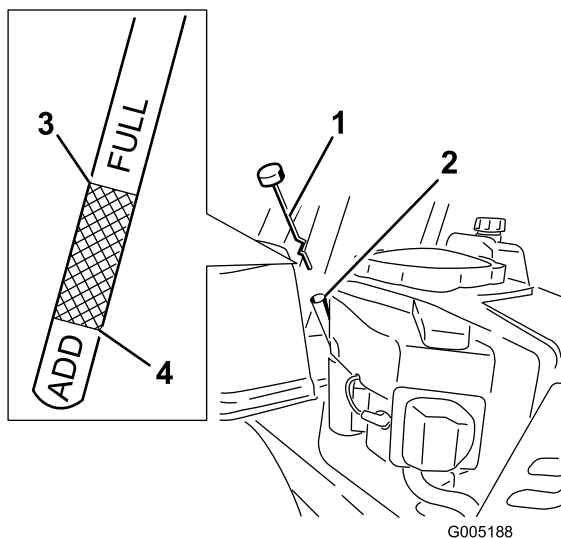

Figura 29
4. Retire el tapón de llenado/varilla de aceite y límpielo. Vuelva a colocar la varilla y empuje firmemente para asentarla en su lugar (Figura 29).
- Retire la varilla y compruebe el nivel de aceite. Figura 29.
- Retire el tapón de llenado/varilla (Figura 29).
14. Vierta lentamente un 80% aproximadamente de la cantidad especificada de aceite por el tubo de llenado (Figura 29).
15. Instale el tapón de llenado/varilla (Figura 29).
16. Compruebe el nivel de aceite (Figura 29); consulte Verificación del nivel de aceite.
18. Instale el tapón de llenado de aceite y apriételo firmemente. Figura 29